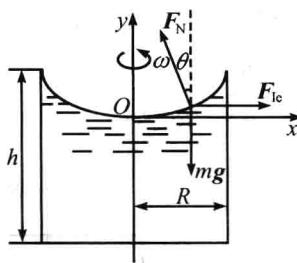

图 1-7
1-5 图 1-7 示一离心分离机, 鼓室半径为  $R$ 、高  $h$ , 以匀角速度  $\omega$  绕  $Oy$  轴转动。当鼓室无盖时, 为使被分离的液体不致溢出。求:(1) 鼓室旋转时, 在  $Oxy$  平面上液面所形成的曲线形状; (2) 注入液体的最大高度  $h'$ 。
**解** 如图 1-7 所示,由受力分析